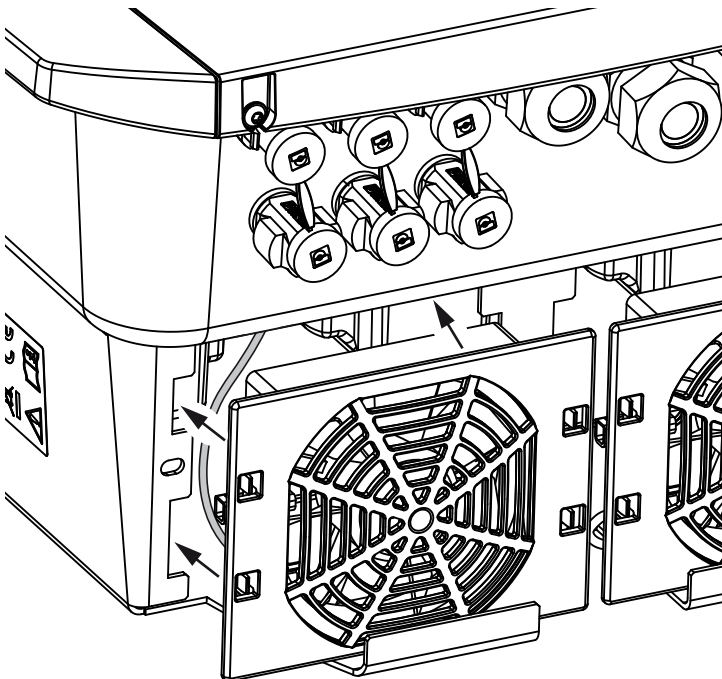

Abb. 77: Lüftereinbau
- dass der Lüfter richtig in den Lüfterrahmen eingebaut wurde (Luftstromrichtung).  **Abb. 77**